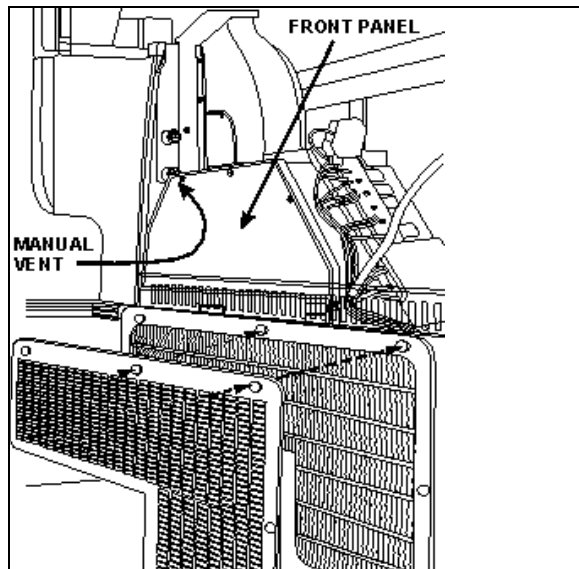
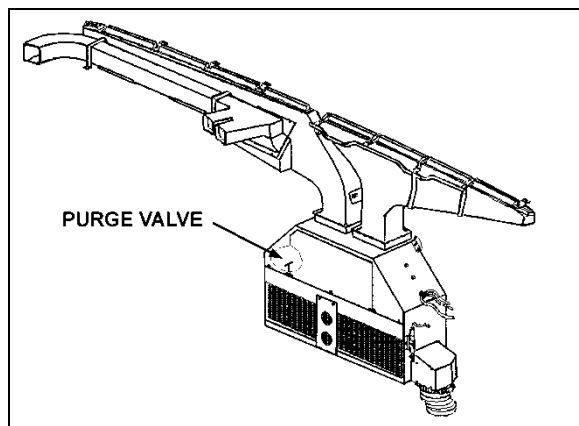
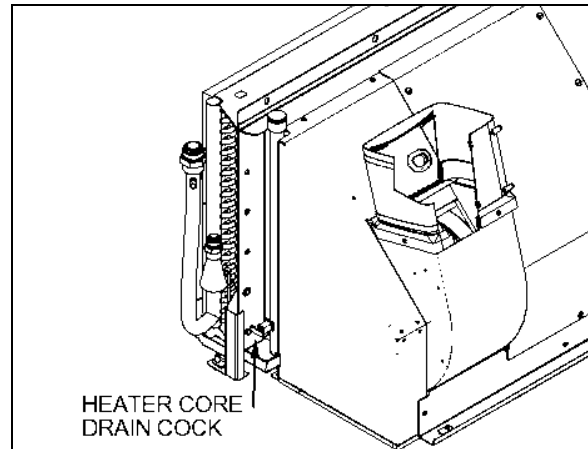

FIGURA 73: UNIDAD DE HVAC/DESCONGELACIÓN DEL CONDUCTOR
FIGURA 74: CAJA DE MEZCLA DE AIRE DE LA UNIDAD DEL CONDUCTOR 22171PV
FIGURA 79: LLAVE DE DRENAJE DEL NÚCLEO DEL CALENTADOR UBICACIÓN
El aire fresco se toma desde atrás del ensamble de faros laterales derecho (serie H3) o de un pleno debajo del compartimiento de servicio delantero (serie X3) y entra en la caja de mezcla a través de un regulador de ENCENDIDO/APAGADO. El aire de retorno se toma a través de la consola derecha hacia la caja de mezcla (Figura 74). El aire mezclado pasa a través de bobinas de enfriamiento y calefacción, ventiladores y ductos de descarga.
4. Desde el interior del vehículo, retire los dos tableros de acabado al frente de la unidad. Retire los tres tornillos que fijan el tablero delantero de la unidad. Abra la válvula de purga ubicada dentro de la unidad del conductor (Figura 74). Si está presente, abra la ventilación manual ubicada dentro de la unidad de HVAC, en el lado del conductor (Figura 73) para garantizar un drenaje eficiente.
4. Abra la llave de drenaje en la parte inferior del núcleo del calentador (Figura 79); puede aflojar una conexión de manguera en la parte superior del núcleo del calentador para permitir que entre aire durante el drenaje. La llave de drenaje del núcleo del calentador principal se encuentra en el compartimento del evaporador. Para tener acceso a la válvula, abra la puerta del compartimento de equipaje ubicada al frente del compartimento del evaporador (lado izquierdo). Abra el tablero de acceso del compartimento del evaporador.
Siempre que el sistema de calefacción se haya drenado y rellenado, o que el sistema se haya quedado sin refrigerante y se haya agregado refrigerante, es necesario purgar el aire del sistema de calefacción. Localice la válvula de purga ilustrada en Figura 74 y Figura 79, y abrálas momentáneamente hasta que no escape aire de las líneas. Si está presente, abra el venteo manual ubicado dentro de la unidad de HVAC, en el lado del conductor (Figura 73).